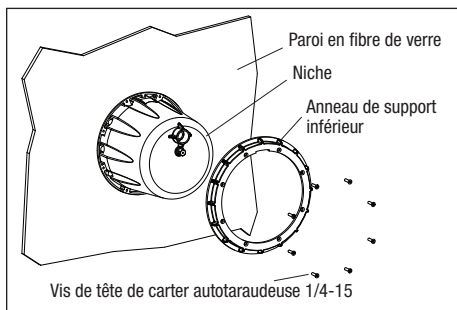

Figure 2. Installation Bague de verrouillage arrière
4. Assemblez la pince de verrouillage à l'arrière du corps de niche depuis l'extérieur de la piscine. Reportez-vous à la *Figure 2*. Assurez-vous d'orienter la niche de manière à ce que le marquage « TOP » de la niche soit en position 12 heures, puis utilisez les huit (8) vis à tête cylindrique autotaraudeuses 1/4-15 fournies pour la fixer en place. Serrez les vis en croix à environ 25 po-lb.